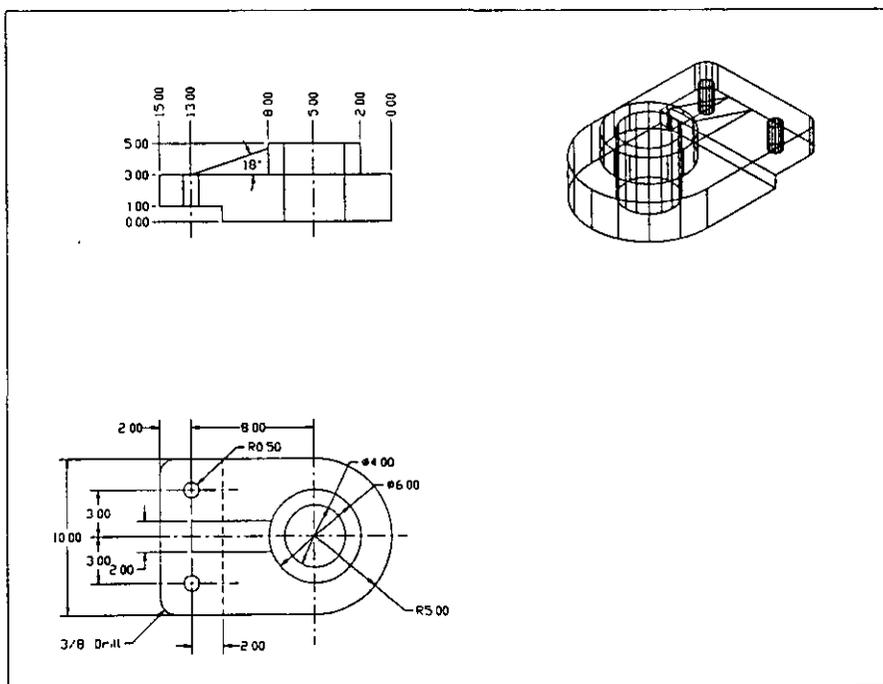

Figura 6-40. Dibujo terminado del soporte.
3. Use el comando **LINE** o **PLINE** para dibujar un borde sencillo como muestra la Figura 6-40.